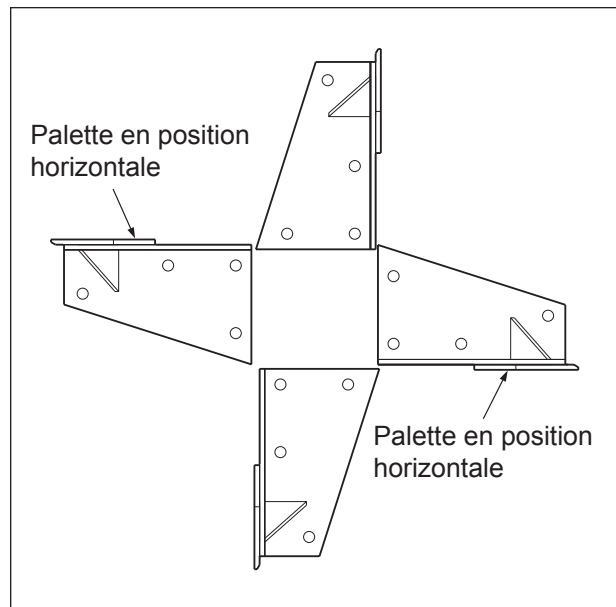

Figure 142 Palettes dans la position horizontale
3. Faire tourner le souffleur à la main et amener une paire de palettes parfaitement à l'horizontal, tel que montré à la figure 142;